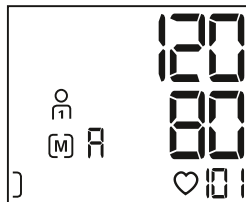

Abb. 1
- Nach Auswahl des jeweiligen Benutzerspeichers erscheint im Display zuerst das dazugehörige Symbol - oder  und ein . Es wird der Durchschnittswert aller gespeicherten Daten des entsprechenden Benutzerspeichers angezeigt (siehe Abb. 1).